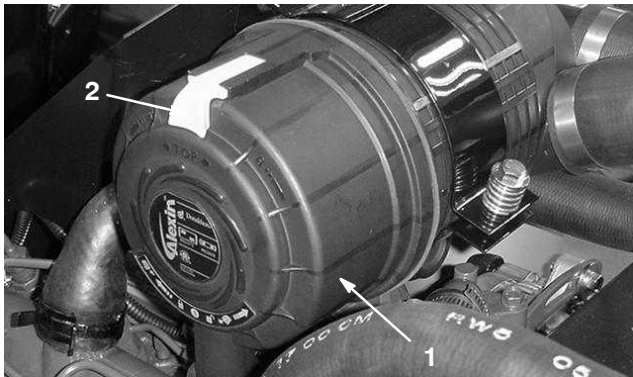

Figure 42
1. Desserrez les verrous de fixation du couvercle sur le corps du filtre à air (Fig. 42).